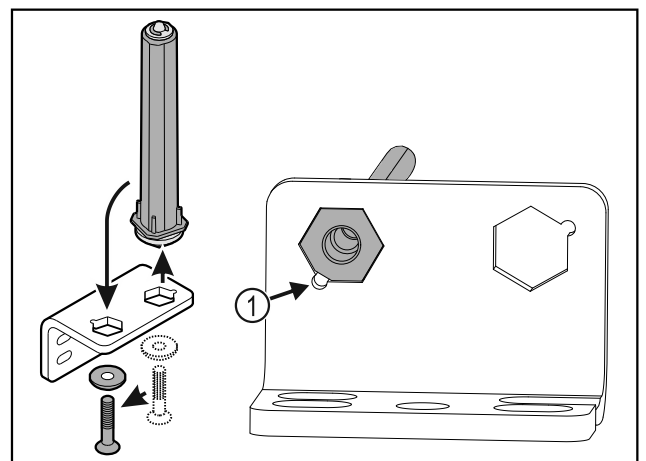

Fig. 34
- ▶ Darauf achten, dass beim Einsetzen die Bolzenabschrägung Fig. 34 (1) zum runden Loch zeigt.